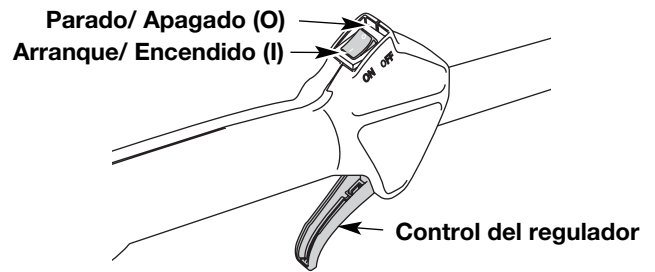

Fig. 3
NOTA: No hay necesidad de girar la unidad. Encendido/parada el control (Fig. 3) está en la posición de trabajo siempre (I).